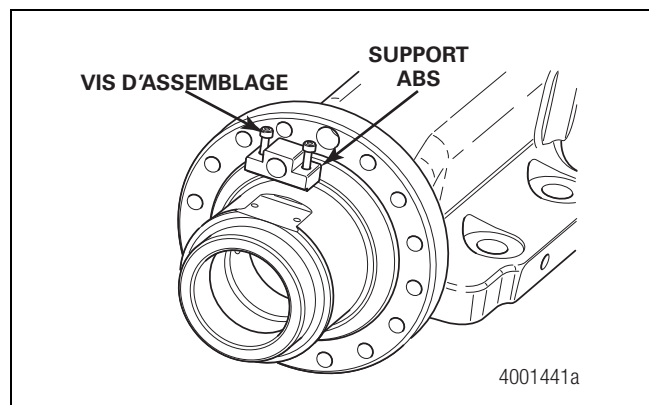

Figure 5.12
5. S'il s'agit d'un carter de pont coulé, utiliser des vis à six pans creux M6 x 1 pour fixer le support de capteur ABS au carter de pont. Serrer les vis d'assemblage au couple de 8 à 12 lb-pi (11 à 16 N•m). Figure 5.12.